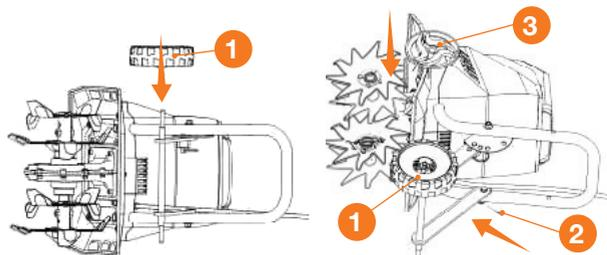

Рис. 3
- Установите на вал колесо **1** (Рис. 3).